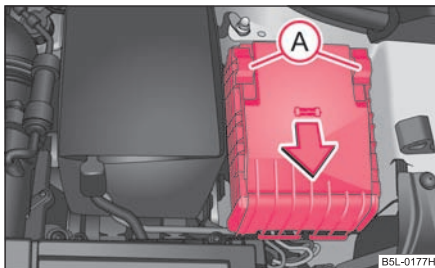

Fig. 233 Cubierta de fusibles en el vano motor
- Desplazar el estribo de seguridad Ⓐ ⇒ fig. 233 hasta el tope; detrás del estribo de seguridad aparecerá el símbolo ⚠, retirar la cubierta.